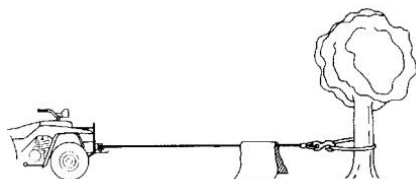

Figure 4
11. Podczas ciągnięcia ciężkich ładunków dobrym pomysłem jest nałożenie grubego koca lub kurtki na linę stalową w pobliżu końca haka (rysunek 4). W przypadku zerwania liny stalowej, tkanina będzie działać jak amortyzator i zapobiegnie jej szuraniu.